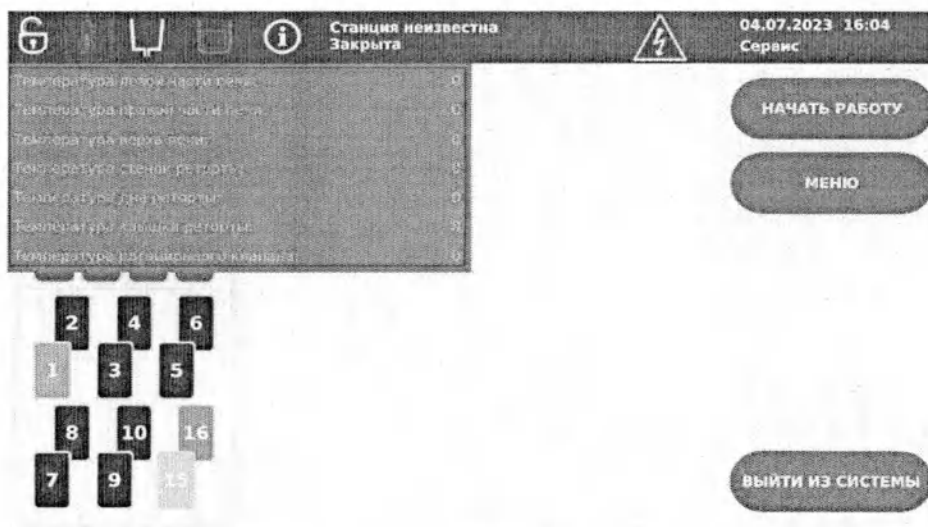

Рисунок 3.19 – Индикатор температуры
2) Индикатор температуры (Рисунок 3.19) – элемент графического интерфейса Пользователя, информирующий о степени нагрева составных частей Изделия посредством вывода во всплывающем окне следующих параметров: